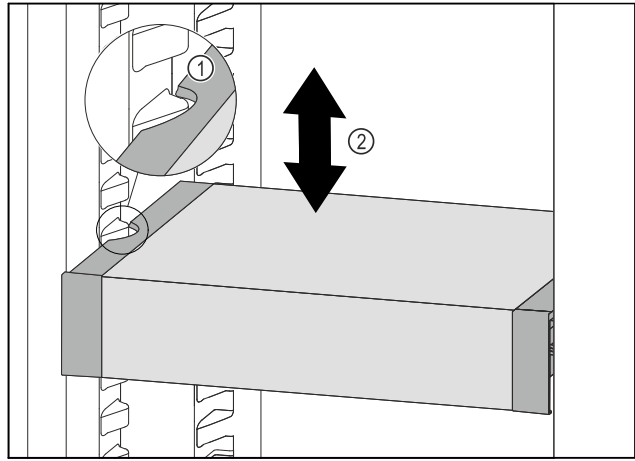

Fig. 62
- ▶ VarioSafe nach vorne ziehen, bis sich die seitlichen Aussparungen des VarioSafes auf Höhe der Behälterrippe im Kühlteil befinden. Fig. 62 (1)
- ▶ VarioSafe im Kühlteil nach oben oder unten bewegen, bis gewünschte Höhe erreicht ist. Fig. 62 (2)